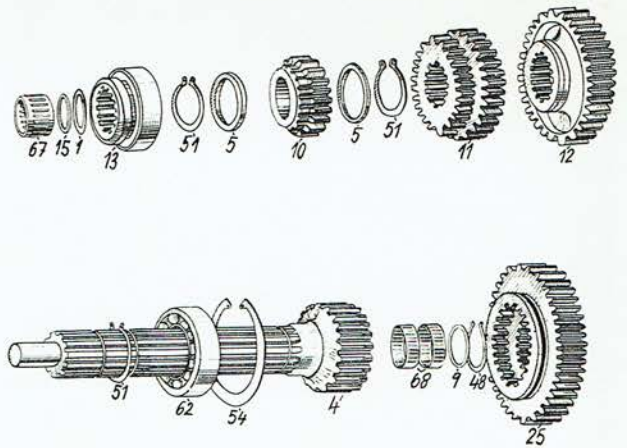

Abb. 120
3. Mit Hilfe eines Kupferdornes ist die Nutenwelle samt Lager 6310 (6210, 6311 — Abb. 120/62) in Richtung nach rückwärts herauszustossen. Die Kupplung des vierten und fünften Ganges (13), der Sicherungsring (51), der Abstützring (5), das Rad des vierten Ganges (10), der Abstützring und der Sicherungsring sind abziehen. Weiters sind von der Nutenwelle das Schaltrad des dritten und zweiten Ganges (11) und das Schaltrad des ersten und des Rückwärtsganges (12) abziehen.
5. Beim Ausbau des Lagers 6310 (6210, 6311 — Abb. 120/62) muss der Sicherungsring (Abb. 120/51) abgenommen und das Lager von der Welle herausgepresst werden.
1. Das Lager 6310 (6210, 6311 — Abb. 120/62) ist auf die Nutenwelle aufzupressen und mit einem Sicherungsring zu sichern.
3. Die Nutenwelle mit der Kupplung des vierten und fünften Ganges (Abb. 120/13), mit dem Rad des vierten Ganges und den Schalträdern des dritten, zweiten, ersten und des Rückwärtsganges sind in die Nabe in der dritten Wand des Getriebegehäuses einzusetzen; das Lager 6310 (6210, 6311 — Abb. 120/62) ist mit einem inneren Sicherungsring (Abb. 120/54) zu sichern.